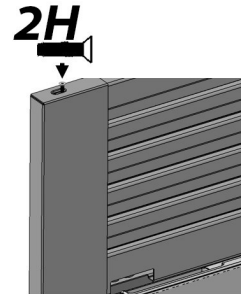

Fig. 26
- b. Ajuste los tornillos 2H a la moldura superior (Fig. 26) y repita el procedimiento para el lado derecho. **¡Ajuste de forma manual únicamente!**